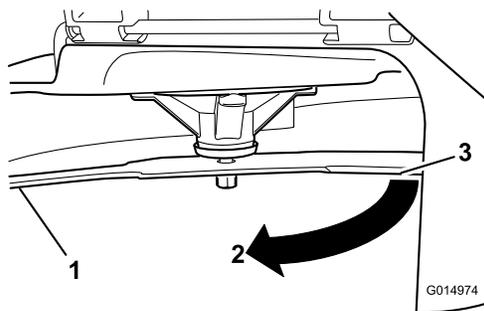

図 53
4. 同じブレードを180度回転させる。すなわち、ブレードのもう一方の刃先が、先ほど測定した場所と同じ位置にくるようにする 図 53。